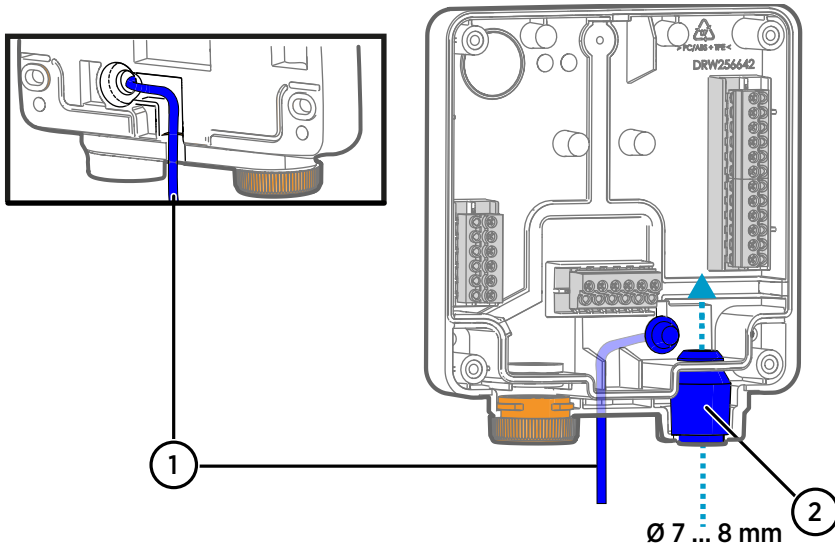

図 18 Indigo200配線オプション
- 図 18 (ページ 52) のように、変換器基板の背面にある溝の中にケーブルを入れ込み、必要に応じて負荷を緩和するケーブルグランドを取り付けます。